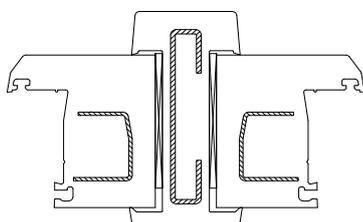

Рис. 2 Соединение с помощью соединителя
9.2.2 Соединители с усилителем (армирующим профилем) (рис.2)